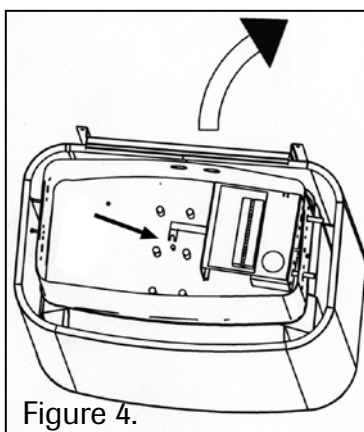

Figure 4.
- Dévisser la vis de fixation reliant la résistance médiane et le socle qui se trouve au bas de la boîte de jonction. Cela vous permettra de tourner le socle sur le côté de dessous de la vis (Figure 4)